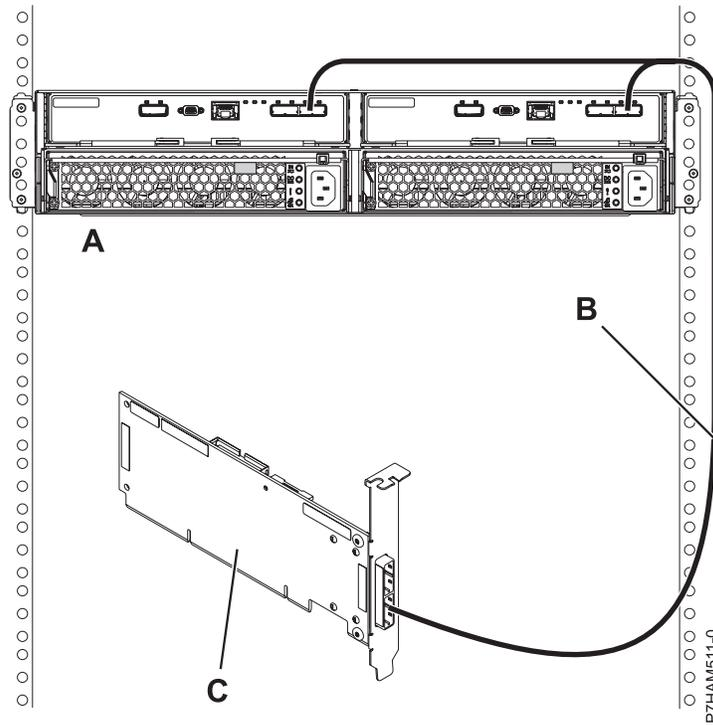

Figure 35. Mode 1 de connexion d'un boîtier d'unité de disque 58/87 via un câble YO à un adaptateur SAS unique
8. Effectuez la connexion de mode 1 d'un boîtier d'unité de disque 58/87 (A) via un câble YO (B) vers un adaptateur SAS unique (C), comme illustré dans la figure 35, à la page 70.
- L'adaptateur SAS unique (C) peut accéder à l'ensemble des 24 baies d'unité.